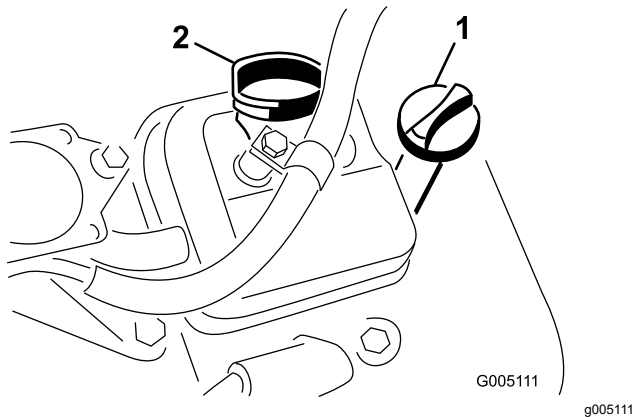

Figura 33
- Introduzca la varilla en el tubo y enrósquela en el tubo (Figura 33).